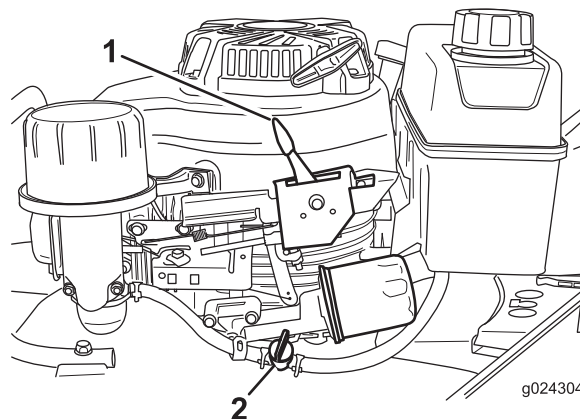

Bild 14
2. Öffnen Sie den Kraftstoffhahn (Bild 14).
3. Stellen Sie den Gasbedienungshebel (Bild 14) auf die Choke-Stellung.
Lassen Sie den Schaltbügel los und stellen Sie den Gasbedienungshebel (Bild 14) auf die Stopp-Stellung.
Hinweis: Schließen Sie den Kraftstoffhahn (Bild 14), wenn Sie den Motor nicht bald wieder anlassen.